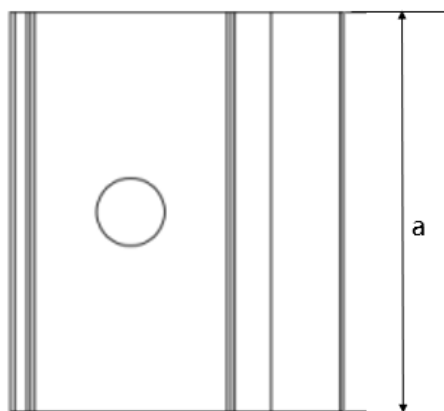
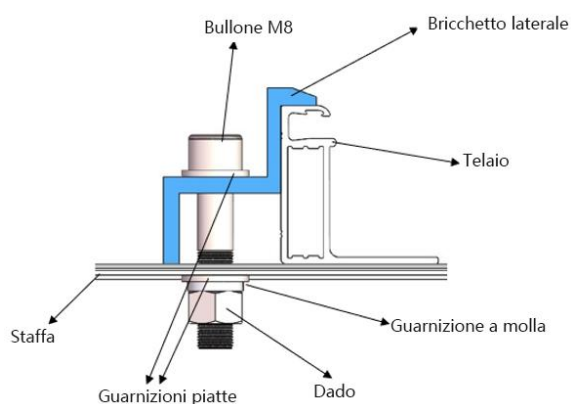

Fig. 7 Vista dall'alto del morsetto marginale
Fig. 11 Diagramma di installazione del morsetto marginale
- ① Posizionare il modulo sulle due barre di supporto (non fornite da Astronergy) che devono essere realizzate in materiale inossidabile e trattate con un processo anticorrosione (ad es. zincatura a caldo). Per essere fissato, ogni modulo FV ha bisogno di almeno quattro morsetti. I morsetti del modulo non devono entrare in contatto con il vetro né deformare il telaio; in caso contrario, possono causare danni al modulo.
- ② Assicurarsi di evitare l'effetto ombra dei morsetti del modulo. I fori di drenaggio sul telaio del modulo non devono essere chiusi o oscurati dai morsetti..
- ③ La superficie superiore della barra a contatto con il telaio del modulo deve essere dotata di scanalature compatibili con un bullone M8.
- ④ Se le scanalature non sono presenti, può essere necessario praticare dei fori di diametro adeguato per consentire il fissaggio dei bulloni alla barra negli stessi punti indicati sopra.
- ⑤ Assicurarsi che la sequenza di montaggio di ciascun morsetto segua l'ordine di rondella piatta, rondella elastica e dado.
- ⑥ Le Figure 7 e 10 mostrano lo schema del morsetto, mentre le Figure 11 e 12 mostrano lo schema di installazione del morsetto. Le dimensioni della morsa sono le seguenti: Lunghezza (a) ≥ 50 mm, con uno spessore minimo di 4 mm e una sovrapposizione con il telaio (d) ≥ 10 mm; oppure Lunghezza (a) ≥ 60 mm, con uno spessore minimo di 3 mm e una sovrapposizione con il telaio (d) ≥ 8 mm. La sezione della morsa può essere modificata a condizione di garantire un'installazione affidabile e non deve estendersi oltre il telaio per evitare il contatto con il vetro.
- ⑦ I moduli di dimensioni pari o superiori a 2384*1303 mm sono adatti solo per una dimensione della morsa di lunghezza (a) ≥ 60 mm.
- ⑧ La coppia di serraggio consigliata è di 17~23 N•m per viti e bulloni di Classe 8.8.